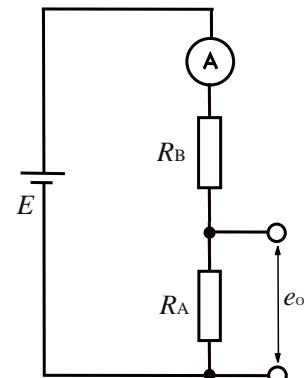

図 1-8
(1) 課題 1-1 で測定した電池の電圧を、解答用紙の「電池の電圧 E 」の欄に記入せよ。
(2) 図 1-8 に示す回路をブレッドボード上に作る。ただし、 $R_A=R_B=1\text{ k}\Omega$ である。電源は電源ラインからとる。デジタルマルチメータを 2 台使い、1 台はデジタルマルチメータのファンクションスイッチを直流電流測定 (A---) の 20 mA の位置にして、回路に流れる電流 I を測定する。もう 1 台はファンクションスイッチを直流電圧測定の 20 V の位置にして、 R_A の両端の電圧 e_0 を測定する。測定結果は解答用紙の所定の位置に記録せよ。
(3) 図 1-8 の回路で、 $R_A = 1\text{ k}\Omega$ とし、 $1\text{ k}\Omega$ の抵抗を直列に接続して作った合成抵抗 R_B の抵抗値を $2\text{ k}\Omega$, $3\text{ k}\Omega$, $5\text{ k}\Omega$, $9\text{ k}\Omega$ にし、それぞれの抵抗値ごとに、(1) と同様、回路に流れる電流 I および R_A の両端の電圧 e_0 を測定して解答用紙に記録せよ。
(4) 線形目盛り（等間隔目盛り）のグラフ用紙に、 e_0 （縦軸）と I （横軸）の値を書き込み、両者が比例関係にあることを確認せよ。